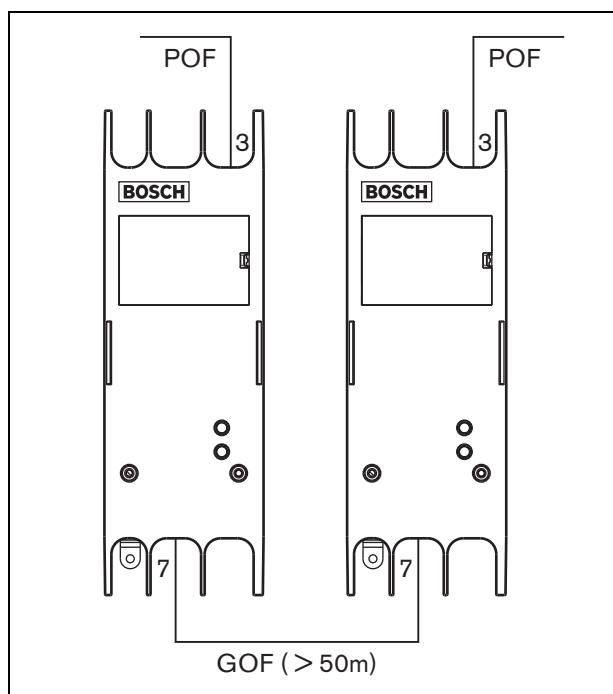

figure 32.4: Utilisation d'interfaces fibres
En raison des pertes de lumière, la distance maximale du câblage en fibre optique plastique (et, par conséquent, des câbles du bus système) entre deux équipements est de 50 mètres. Si la distance entre deux unités est supérieure à 50 m, il convient d'utiliser des interfaces fibres PRS-FIN(NA) ou PRS-FINS et des fibres optiques en verre (voir figure 32.4).